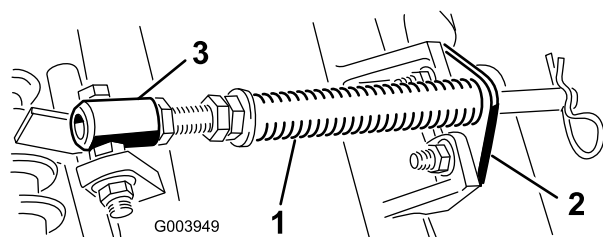

Figure 4
- A. Retirez les 2 boulons de carrosserie et les écrous qui fixent le support de tige aux pattes de l'unité de coupe (Figure 4).
- B. Retirez l'écrou à embase qui fixe le boulon du tube de ressort à la patte du bâti porteur (Figure 4) et déposez l'ensemble.
Remarque: Placez la tête du boulon sur le côté extérieur de la patte, comme montré à la Figure 4.